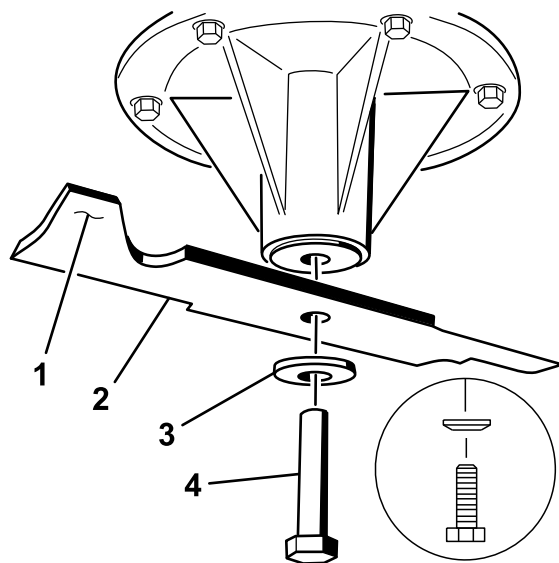
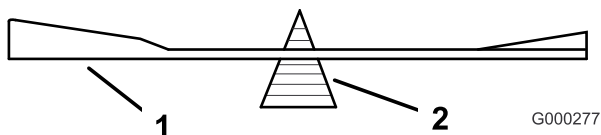

Figura 78
Figura 80
2. Retire a cavilha da lâmina, a anilha curva e a lâmina do eixo (Figura 78).
2. Verifique o equilíbrio da lâmina colocando-a num equilibrador de lâminas (Figura 80). Se a lâmina ficar na horizontal é porque está equilibrada e pode ser utilizada. Se a lâmina não estiver equilibrada, lime algum metal da extremidade da aba apenas (Figura 78). Repita este procedimento até a lâmina estar equilibrada.